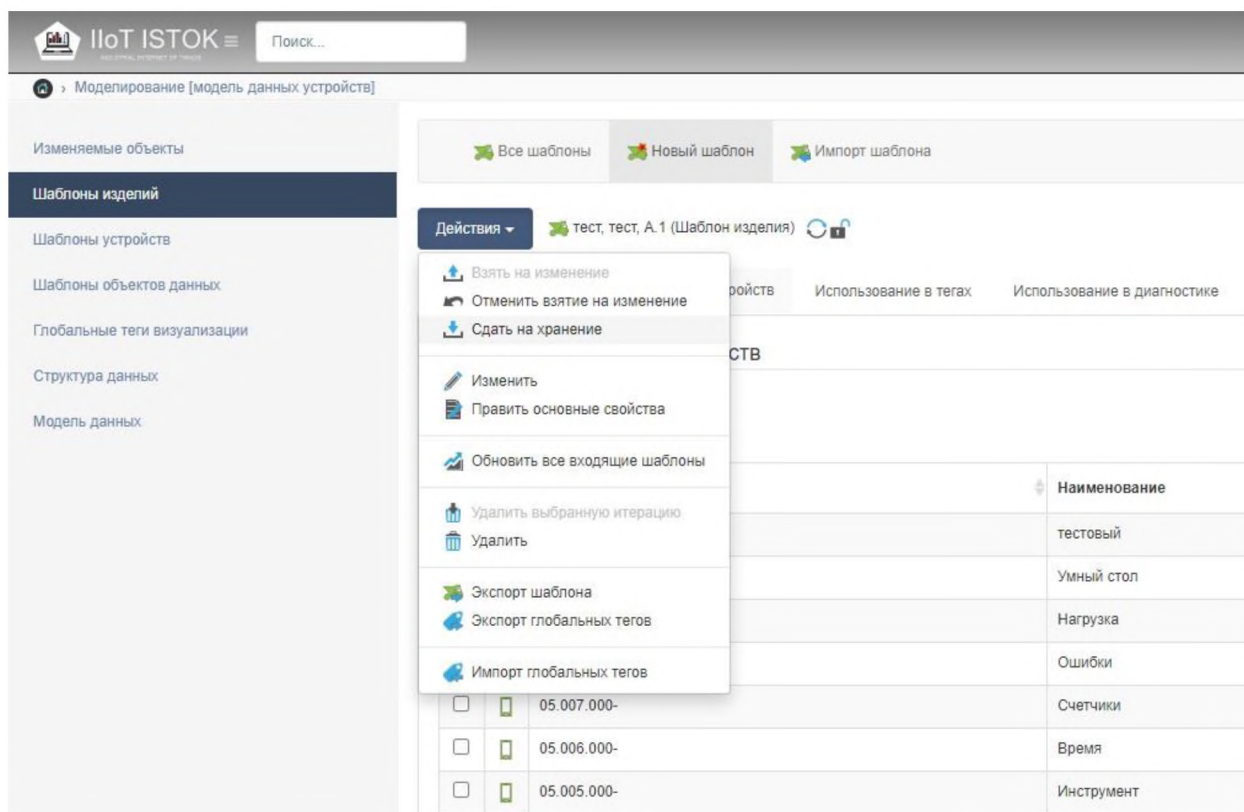

Рисунок 51 – Перевод шаблона изделия на хранение
9) Сдайте на хранение шаблон изделия. Нажмите **Действия, Сдать на хранение** (рис. 51).